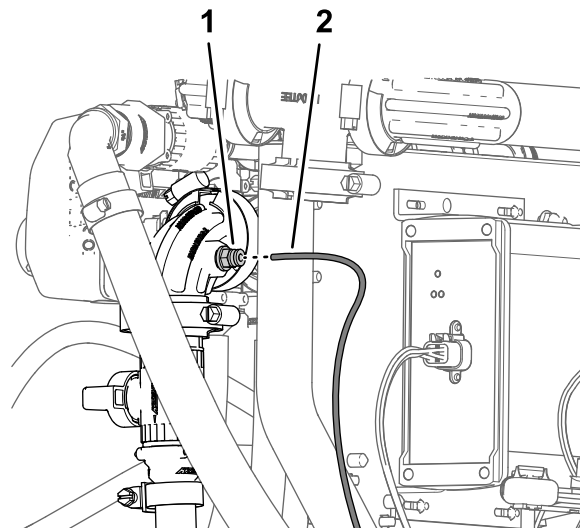

Рисунок 138
5. Подсоедините конец трубки датчика давления (пластиковой) для манометра на приборной панели к запорному кольцу соединительной муфты трубки на прямоугольном штуцере отсечного клапана комплекта ручного распылителя или электрического шлангового барабана (Рисунок 138).
6. Вставьте трубку датчика давления в запорное кольцо до полной посадки трубки (Рисунок 138).